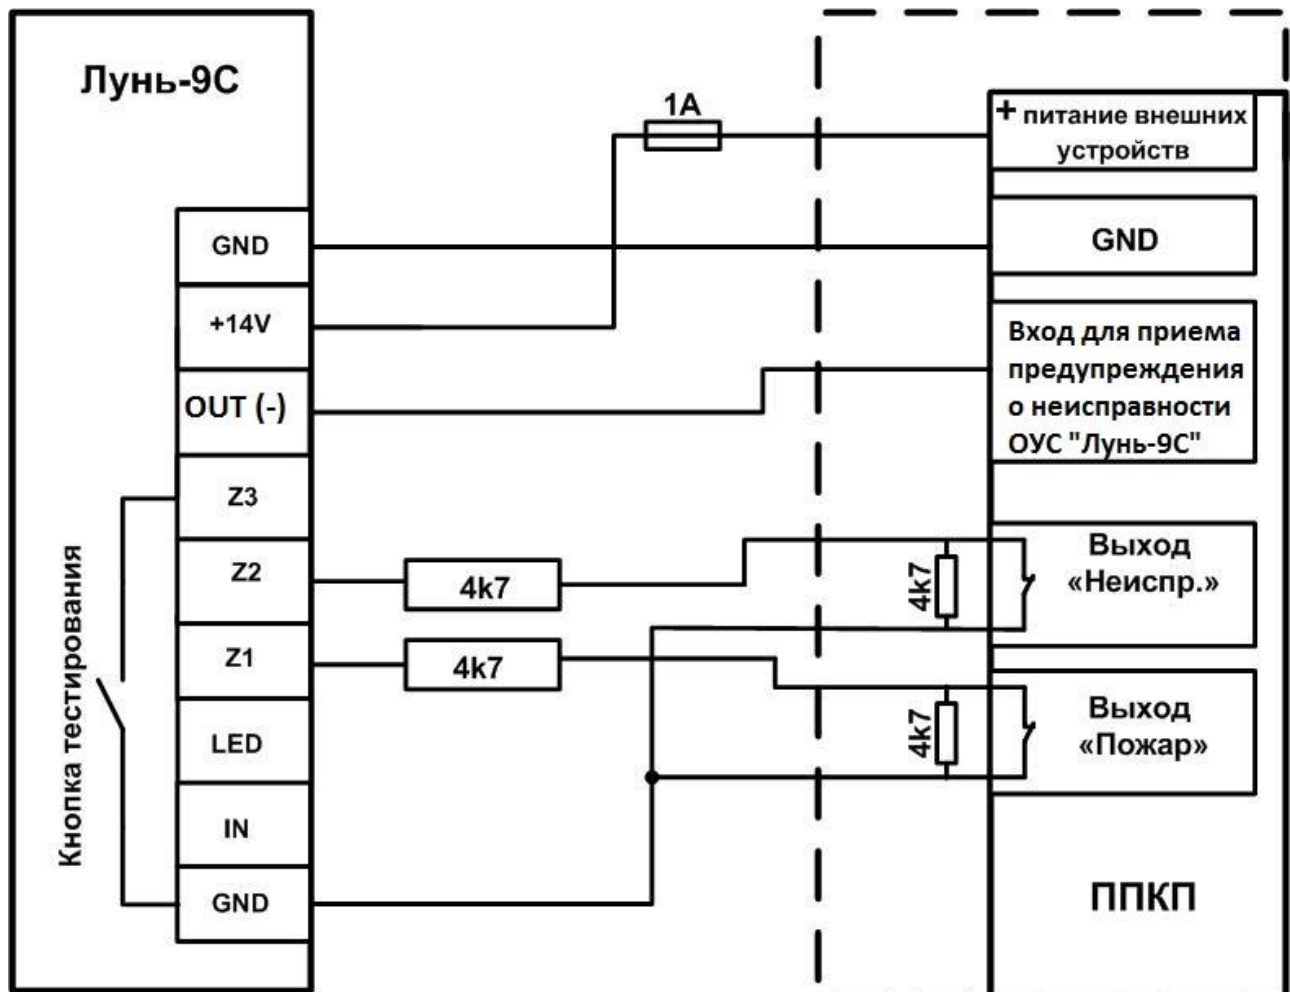

Рисунок 3. Схема подключения изделия к ППКП (ППКОП). Вариант 1
1. Применение в качестве «Устройства передачи сообщения о пожаре и предупреждения о неисправности», согласно ДСТУ EN 54-21 («пожарный» вариант работы). В данном варианте работы релейный выход ППКП, предупреждающий о пожаре, подключается ко входу (шлейфу) №1 устройства «Лунь-9С». Релейный выход ППКП, предупреждающий о неисправности, подключается ко входу (шлейфу) №2 устройства «Лунь-9С». Схема подключения представлена на рис. 3. Также необходимо подключить выход OUT(-) устройства «Лунь-9С» ко входу ППКП для приема предупреждения о неисправности самого устройства «Лунь-9С». Данный выход устройства «Лунь-9С» будет скоммутирован на «землю» (GND) в случае возникновения какой-либо неисправности. Информацию об этом должен получить ППКП, к которому «Лунь-9С» подключен. При работе в данном варианте входы (шлейфы) 1 и 2